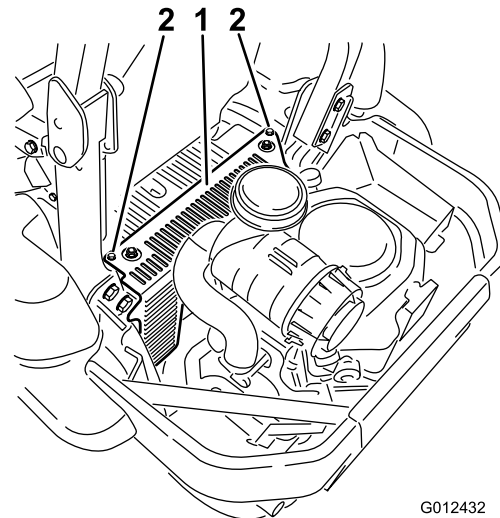

Figure 50
3. Déposez le carénage de l'unité hydraulique et les 2 boulons qui y sont fixés (Figure 50).
5. Posez le carénage de l'unité hydraulique gauche (Figure 50).